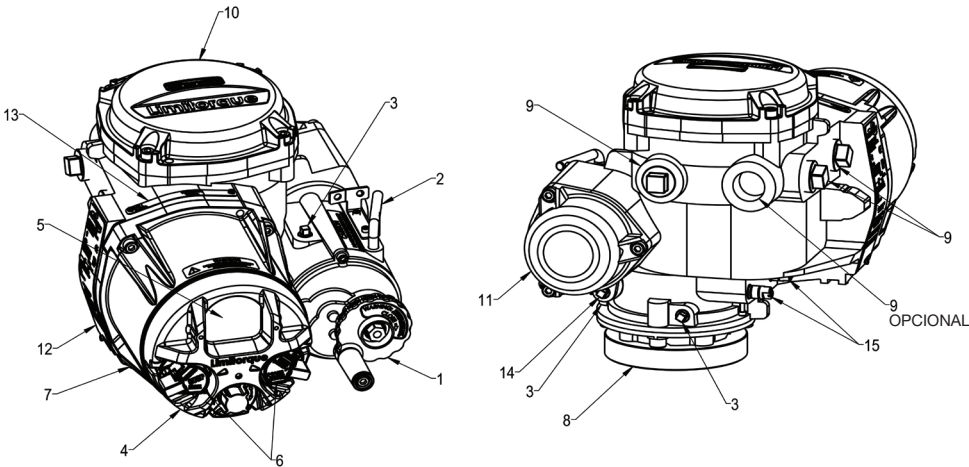

Figura 1.1: Actuador QX
- Para instalar y poner en servicio el actuador, solo es necesario retirar la cubierta del compartimiento de terminales. Vea la Figura 1.1, punto 10. Los ajustes para poner en servicio el actuador se hacen externamente; por lo tanto, no es necesario retirar ninguna otra cubierta. El actuador se ensambló en condiciones secas ideales y el sellado total del compartimiento protege a todos los componentes eléctricos contra el deterioro.